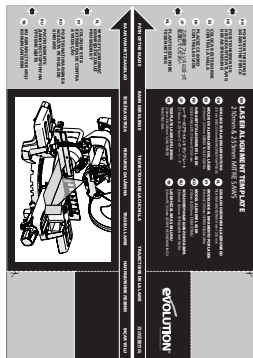

Fig. 8c
- Posizionare la dima in cartone a taglio laser (**Fig. 8c**) sul tavolo rotante.